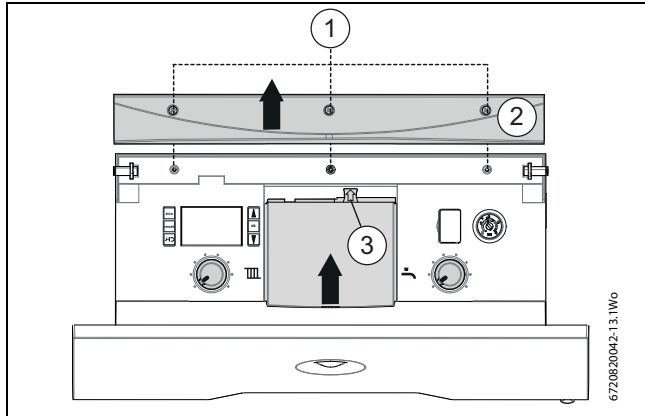

Fig. 37 Controles enchufables
- ▶ Véase la fig. 37 y sustituir la tapa de acceso superior [2] fijándola en su posición con los 3 tornillos [1].